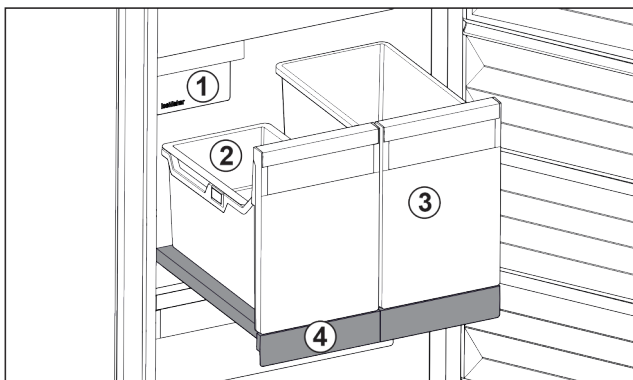

Fig. 32 Compartiment coulissant avec IceTower
Le compartiment coulissant comprend deux bacs hauts (IceTower). Le bac Fig. 32 (2) permet de recueillir et de stocker les glaçons de l'IceMaker. Les bacs Fig. 32 (3) sont conçus pour stocker des aliments hauts comme les pizzas et boissons alcoolisées.